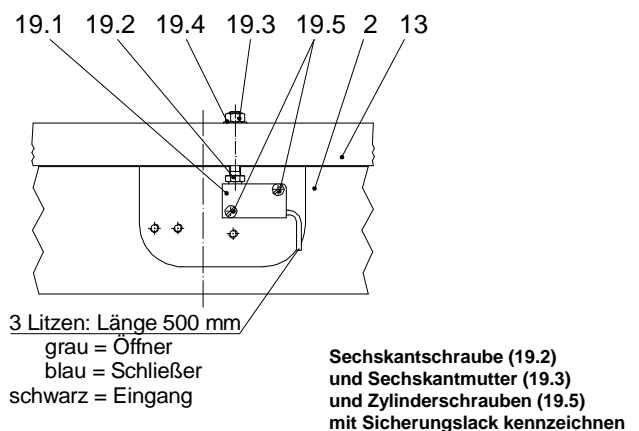

Bild 8 (Größe 250 – 2000)
1. Sechskantschraube (19.2) bis zur Schraubenkopfanlage in Ankerscheibe (Pos.13) eindrehen (Schraubenkopf zeigt in Richtung Bremsenkörper (2)).
3. Mikroschalter (19.1) mit Hilfe der Zylinderschrauben (19.5) an Bremsenkörper (2) verschleißüberwachungsseitig (Bild 8) anschrauben (Zylinderschrauben (19.5) mit LOCTITE 243 sichern).
4. Bremse an Maschinenwand (12) bzw. Montagevorrichtung mit Nennanzugmoment anschrauben, **dabei Messstreifen "Z" nach Tabelle 8 zwischen alle Distanzbolzen (7) und Maschinenwand (12) bzw. Montagevorrichtung unterlegen.**